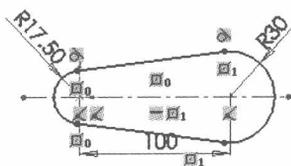

图 1-11 标注半径
Step14 标注半径。单击“尺寸/几何关系”工具栏中的“智能尺寸”按钮,重新标注圆弧的半径尺寸,如图1-11所示。